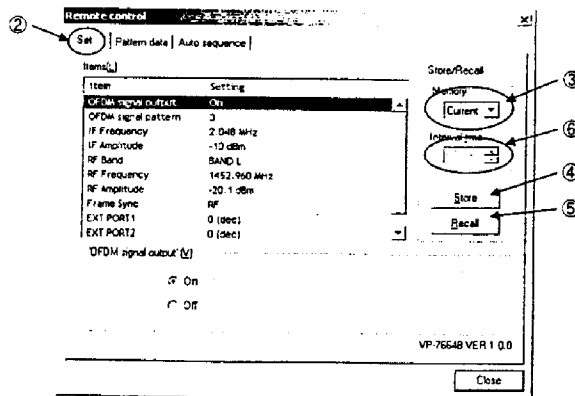

図 8-10 ストア / リコール
- ① メイン画面のメニューから<File>-<Control the encoder>を選択すると、<Remote Control>ダイアログが開きます。
- ② <Set>タブを指定します。(「図 8-10 ストア/リコール」を参照)
- ③ <Memory>のドロップダウンリストから、ストアまたはリコールしたいメモリアドレスを選択します。
- ④ <Store>ボタンをクリックすると、③で指定したメモリアドレスに、<Items>の内容がストアされます。
- ⑤ <Recall>ボタンをクリックすると、③で指定したメモリアドレスの設定がリコールされます。
- ⑥ オートシーケンス動作時のインターバルタイムを設定します。ここで設定されるのは、③で指定したメモリアドレスの実行後のインターバルタイムです。